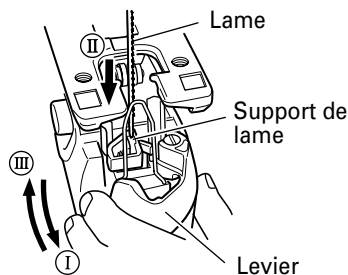

Fig. 6
- Ouvrir le levier jusqu'à la butée. (Fig. 6 flèches I)
- Insérer la nouvelle lame jusqu'à la butée dans le support de lame. (Fig. 6 flèches II)
- Refermer le levier. (Fig. 6 flèches III)